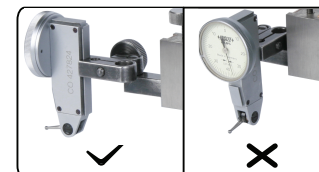

fig.2
- Veuillez installer correctement l'indicateur de test à cadran comme indiqué sur la fig.2.